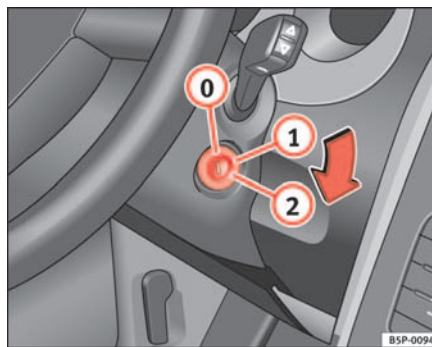

Fig. 94 Posiciones de la llave de contacto
En esta posición ⇒ fig. 94 el encendido y el motor están desconectados pudiéndose bloquear la dirección.
- Gire la llave de contacto hasta la posición ⇒ página 134, fig. 94 . El testigo  se encenderá en caso de precalentamiento del motor.
- Gire la llave de contacto a la posición ⇒ página 134, fig. 94 .